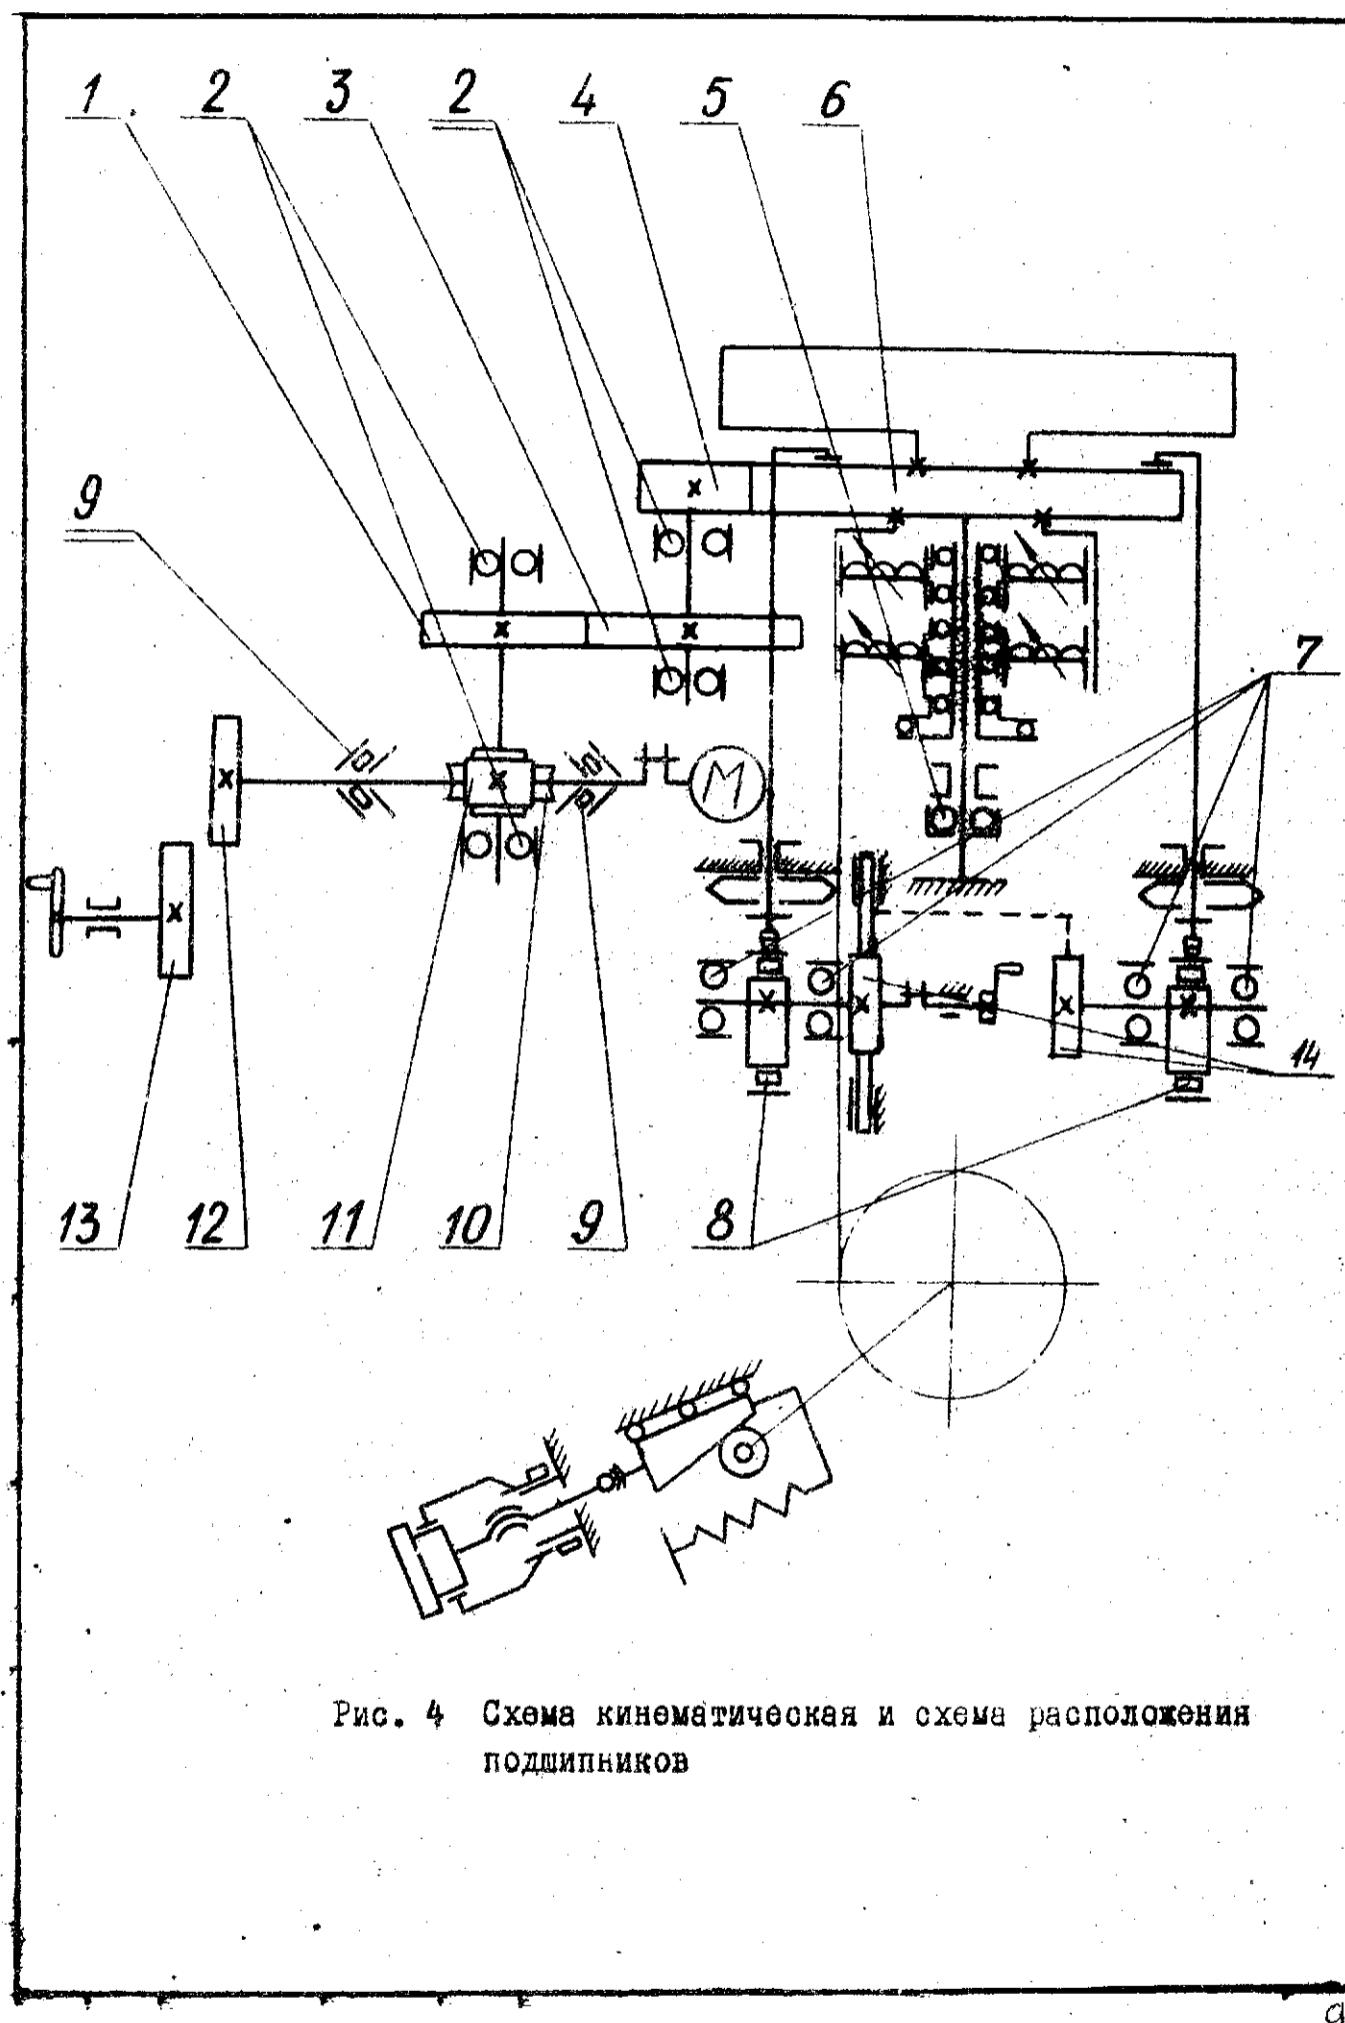

Рис. 4 Схема кинематическая и схема расположения подшипников
**I.3.4. Схема кинематическая /рис.4/**